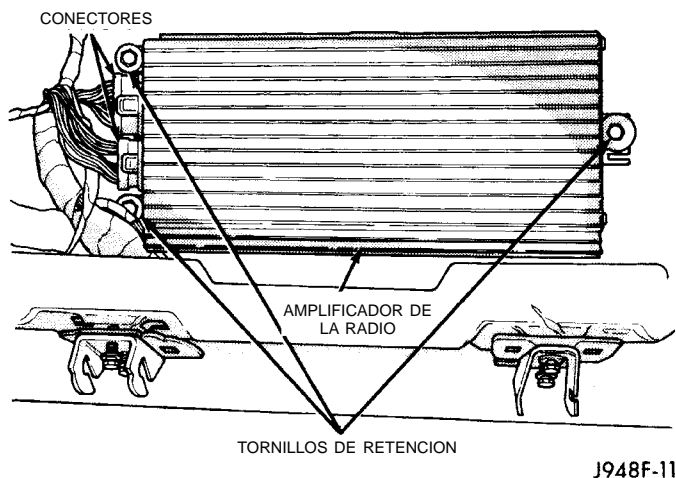

Fig. 8 Desmontaje/instalación del amplificador - Característico
(1) Desconecte y aisle el cable negativo de la batería.
(2) Desacople el pestillo del cojín del asiento trasero izquierdo tirando hacia arriba de la correa de desenganche. Incline el cojín del asiento hacia adelante.
(3) Levante la alfombra en el área que está debajo del asiento según sea necesario para acceder al amplificador.
(4) Desconecte del amplificador los dos conectores del mazo de cables (Fig. 8).
(5) Retire los tres tornillos que fijan el amplificador al suelo.
(6) Retire el amplificador.
(7) Para la instalación, invierta los procedimientos de desmontaje. Apriete los tornillos de instalación del amplificador con una torsión de 2,8 N·m (25 lbs. pulg.).